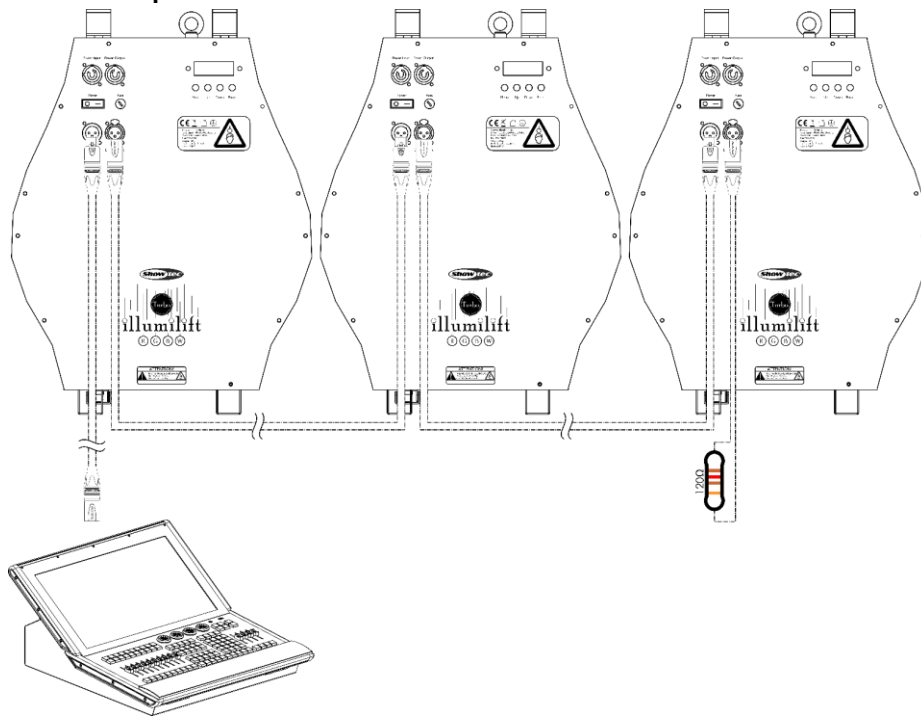

Fig. 04
- 04) Conecte las unidades entre ellas como se indica en la Fig. 04. Conecte un cable de señal DMX que vaya desde el conector DMX Output (salida) de la primera unidad al conector DMX Input (entrada) de la segunda unidad. Repita este proceso para conectar las unidades segunda, tercera y cuarta entre ellas.